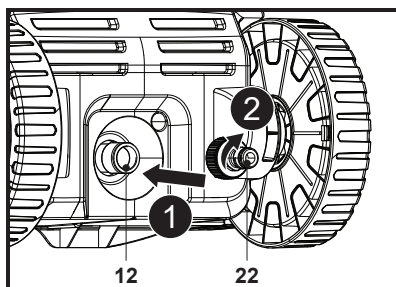

Fig. 9
Aliniaza și înșurubează adaptorul (22) pe racordul de admisie a apei (12) de pe spatele aparatului (fig. 9, pașii 1, 2).